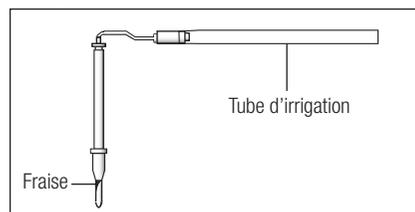

Fig.11
- 3) Insérez l'embout de pulvérisation interne dans la fraise depuis l'arrière. (Fig.11)